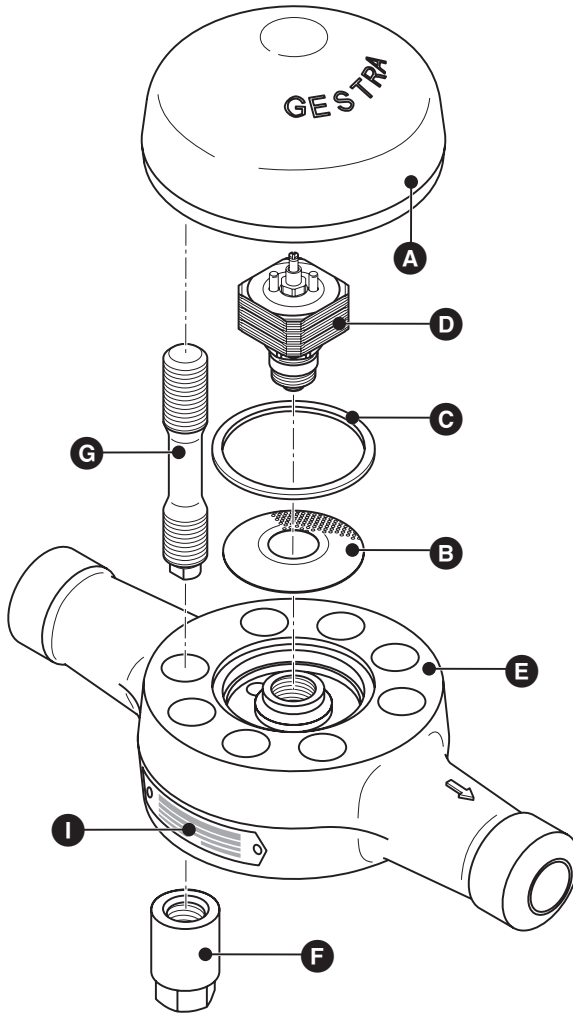
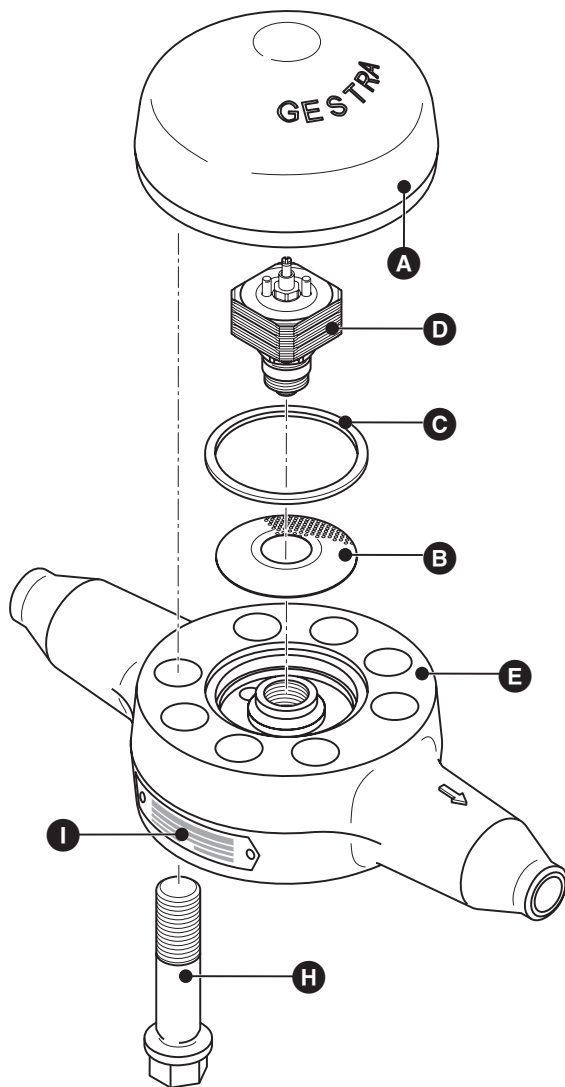

Fig. 2
Fig. 3
1. Afmonter dækslet **A** fra huset **E**. **Fig. 2, fig. 3**